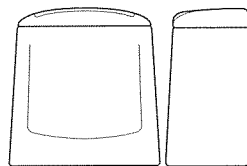

Рис.8
- бачок смывной кнопочный с нижней подводкой (рис. 8).